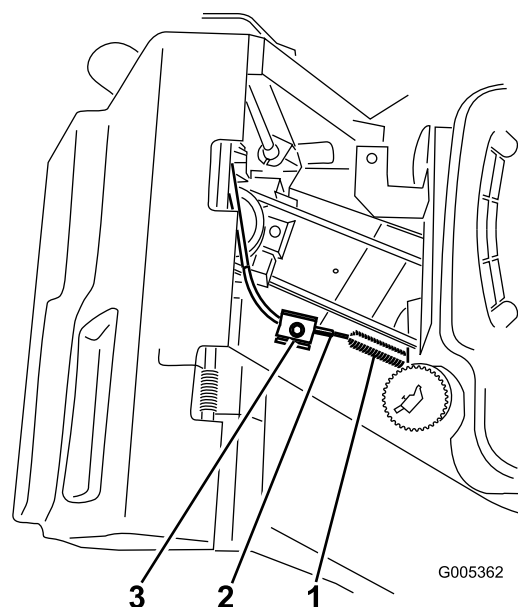

Bild 32
5. Lockern Sie die Kabelklemmschraube, bis sich der Bremszug verschieben lässt (Bild 32).